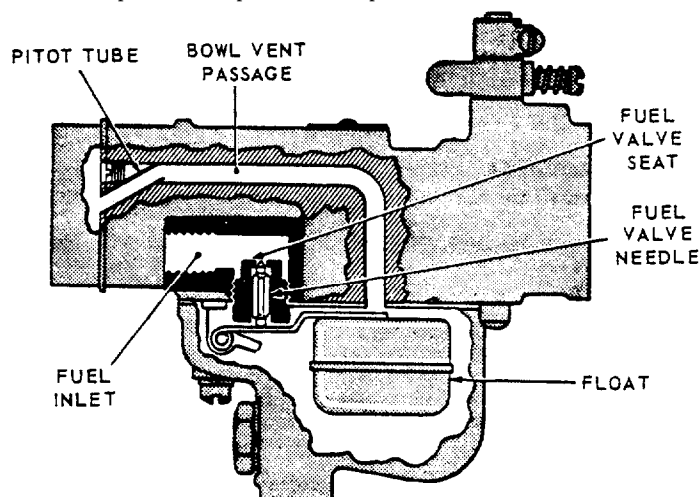

Fig. B-99. FUEL SUPPLY SYSTEM
**OPERATION****FUEL SUPPLY SYSTEM (Fig. B-99)**